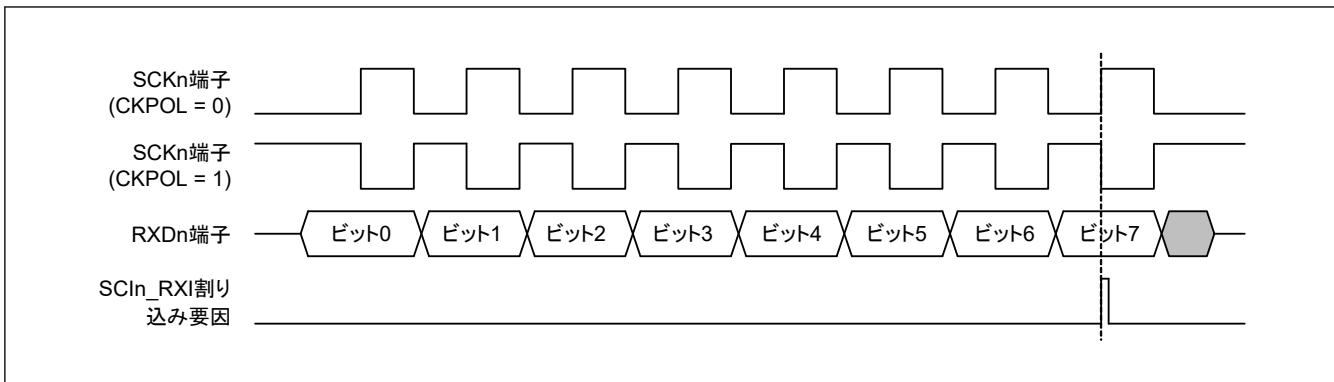

図 25.78 簡易 SPI モードにおける SCIIn_RXI 割り込みの発生タイミング（クロック遅れあり）
- クロック遅れあり (SPMR.CKPH ビット=1) では、図 25.78 に示すように、SCKn 端子の最終クロックエッジ手前のクロックエッジで受信データフル割り込み (SCIn_RXI) が発生します。SCR レジスタの TE ビットと RE ビットを SCKn 端子の最終クロックエッジより前に 0 にすると、SCKn 端子出力がハイインピーダンスとなり、送受信クロックの最後のクロックパルス幅が短くなります。また、SCIn_RXI 割り込みの発生によって、SCKn 端子の最終クロックエッジより前に接続先スレーブの SSn 端子入力信号が High になった場合、スレーブが誤動作する可能性があります。